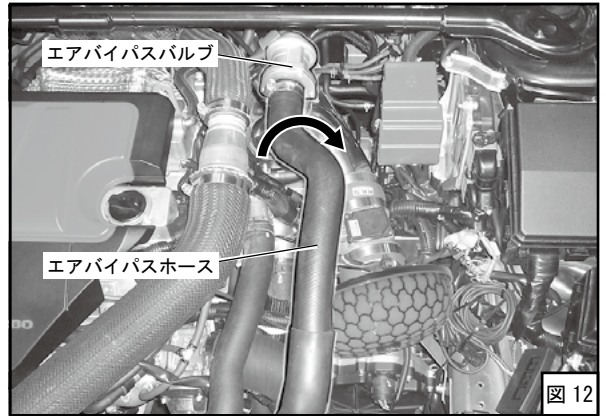

図 12
(5) キットパーツがボディなどと干渉しないように位置を決めてください。位置が決まったら、ホースバンド・ボルトを固定してください。この時ホースバンド・ボルトを締めすぎないようにしてください。(図12)
車輛個体差によりエアバイパスホースがボンネットと干渉する場合があります。その際はエアバイパスバルブのホースバンドをいったんゆるめ、エアバイパスホースをボンネットと干渉しないように図 12 の矢印の向きに回して再度固定してください。